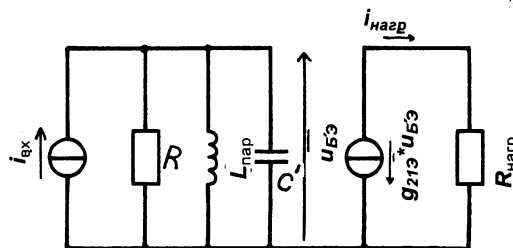

Рис. 4-7 Упрощение эквивалентной схемы резонансного усилителя для высоких частот
Коэффициент передачи тока K_i для схемы на рис. 4-7 равен отношению выходного тока $i_{\text{нагр}}$ к входному току $i_{\text{вх}}$.
* Знак «минус» выбран в соответствии с эквивалентной схемой на рис. 4-7. – Прим. перев.